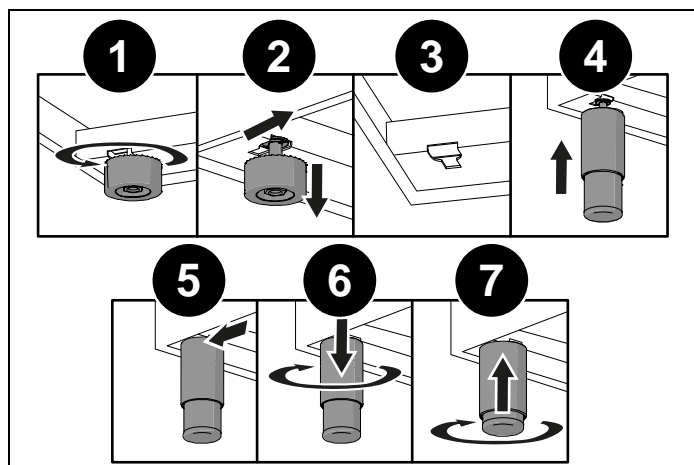

Fig. 4
- smontare i supporti (1 e 2, Fig. 4 ),
- inserire i piedini nello scasso a chiave sulla parte inferiore dell'apparecchio (3 e 4, Fig. 4 ),
- avvitare i piedini fino a fissarli stabilmente alla base (5 e 6, Fig. 4 ),
Regolare l'altezza dei piedini alla giusta altezza (7, Fig. 4 ).
Quando si abbassa l'apparecchio, evitare di mantenere lo sforzo sui piedini (Fig. 4 ). Si suggerisce di usare uno spessore sulla base o un pallet per evitare di inclinare la cucina.